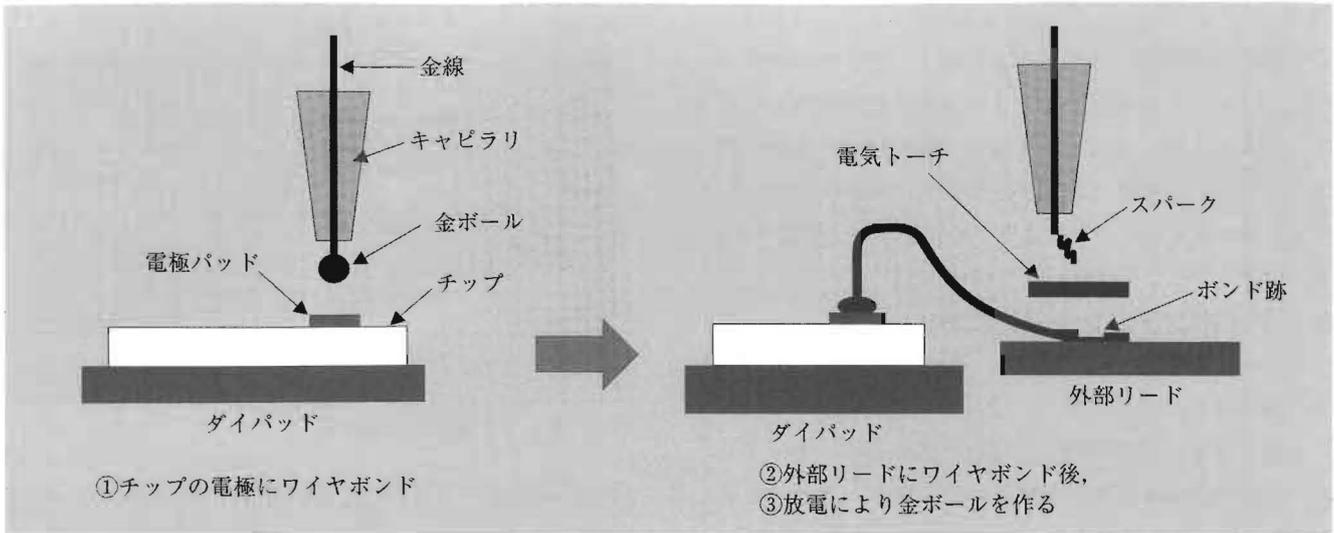

図5 ワイヤボンドの説明図
チップの電極パッドと、リードフレームの外部電極 (ポスト部) を金線をつなぐのを、ワイヤボンディング工程と言っています。その状況を図5に示します。金線は、25 μm程度の直径です。手順を説明すると、①図5のように金線の先端はボール状に加工され、キャピラリを通してチップに接着される。キャピラリに超音波振動を与え、電極パッド (通常はアルミニウム) 表面の酸化物を破壊して金属間接着を行う、②次にキャピラリをリードフレーム側に移動させ、ポスト部に接着する、③次に図5のように電気トーチから放電により金線の先端を